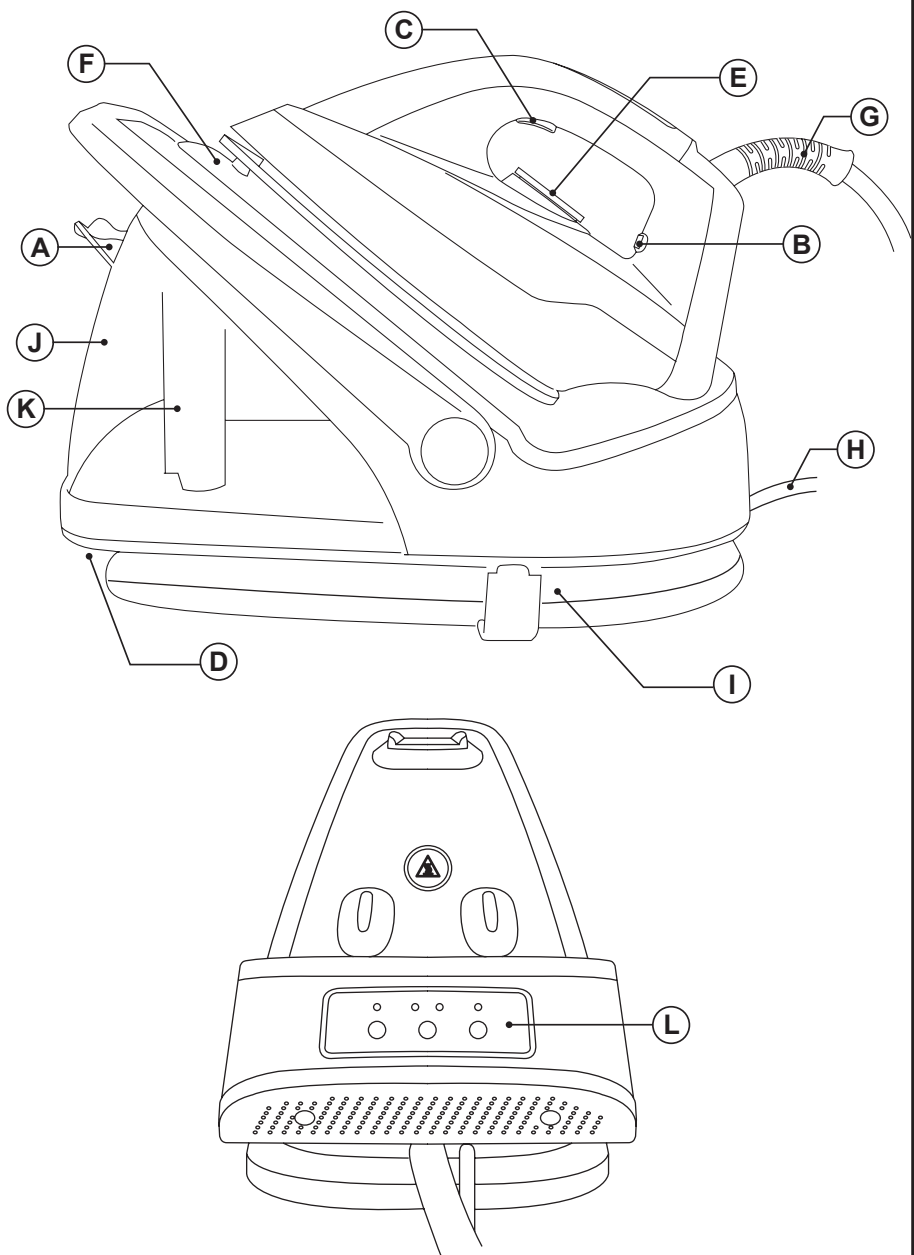

Fig.1
- **IMPORTANTE:** Comprobar que el depósito de agua esté perfectamente acoplado con el filtro antical en el interior antes de poner en marcha el aparato (Fig. 1)